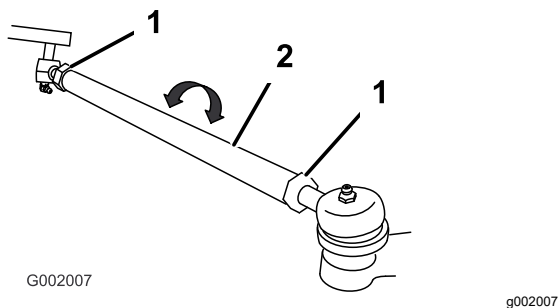

图 51
- 如果测量值超出规定的范围应松开横拉杆两端的锁紧螺母 图 51。